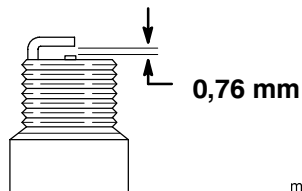

Figure 18
- Réglez l'écartement des électrodes de la bougie neuve à 0,76 mm (Fig. 18).